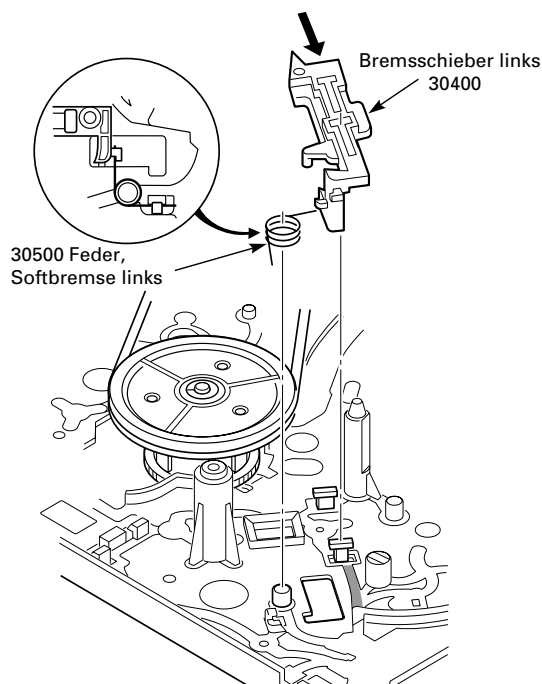

Fig. 8.16
- Feder (30500) aushängen, Bremsschieber (30400) in Pfeilrichtung schieben und herausnehmen (Fig. 8.16).